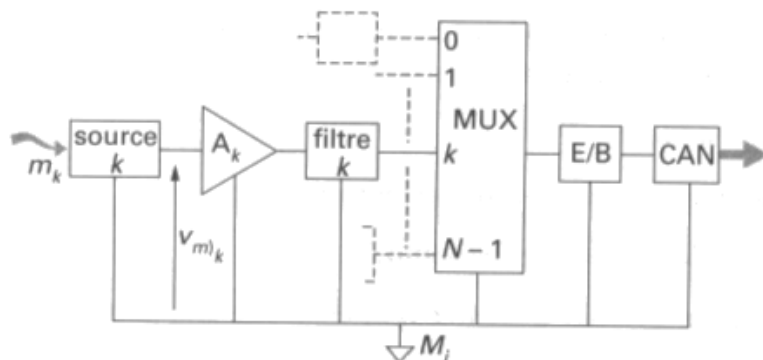

FIGURE 6.1 – Structure de la chaîne
- i. 1 ampli par voie : ampli asymétrique (gain fixe) et multiplexeur unipolaire (Figure 6.1)
Faisons une décomposition temporelle de la chaîne standard (un ampli par voie, structure 1.(a).i Figure 6.1). Il y a donc la source + ampli + filtre qui travaille en continu. Soit l'instant "0" la commande de la voie k du mux., on a :